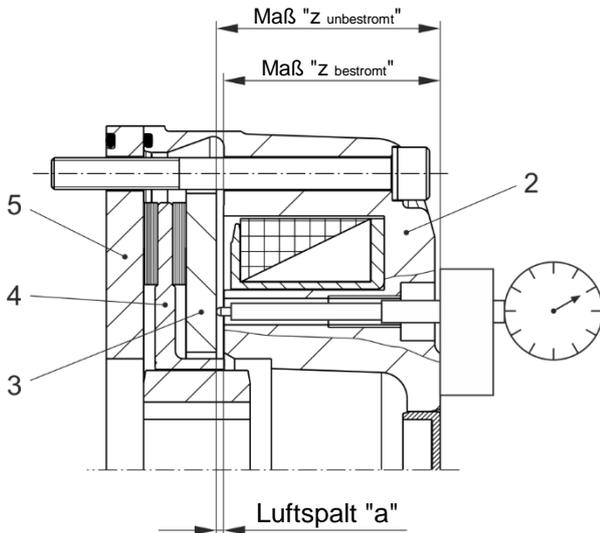

Bild 5
Der Luftspalt kann, durch Entfernen von Zylinderschraube (21) sowie Kupferdichtring (22) und anschließendes Messen von Maß "z" (Bild 5) einmal im bestromten und einmal im unbestromten Zustand ermittelt werden.